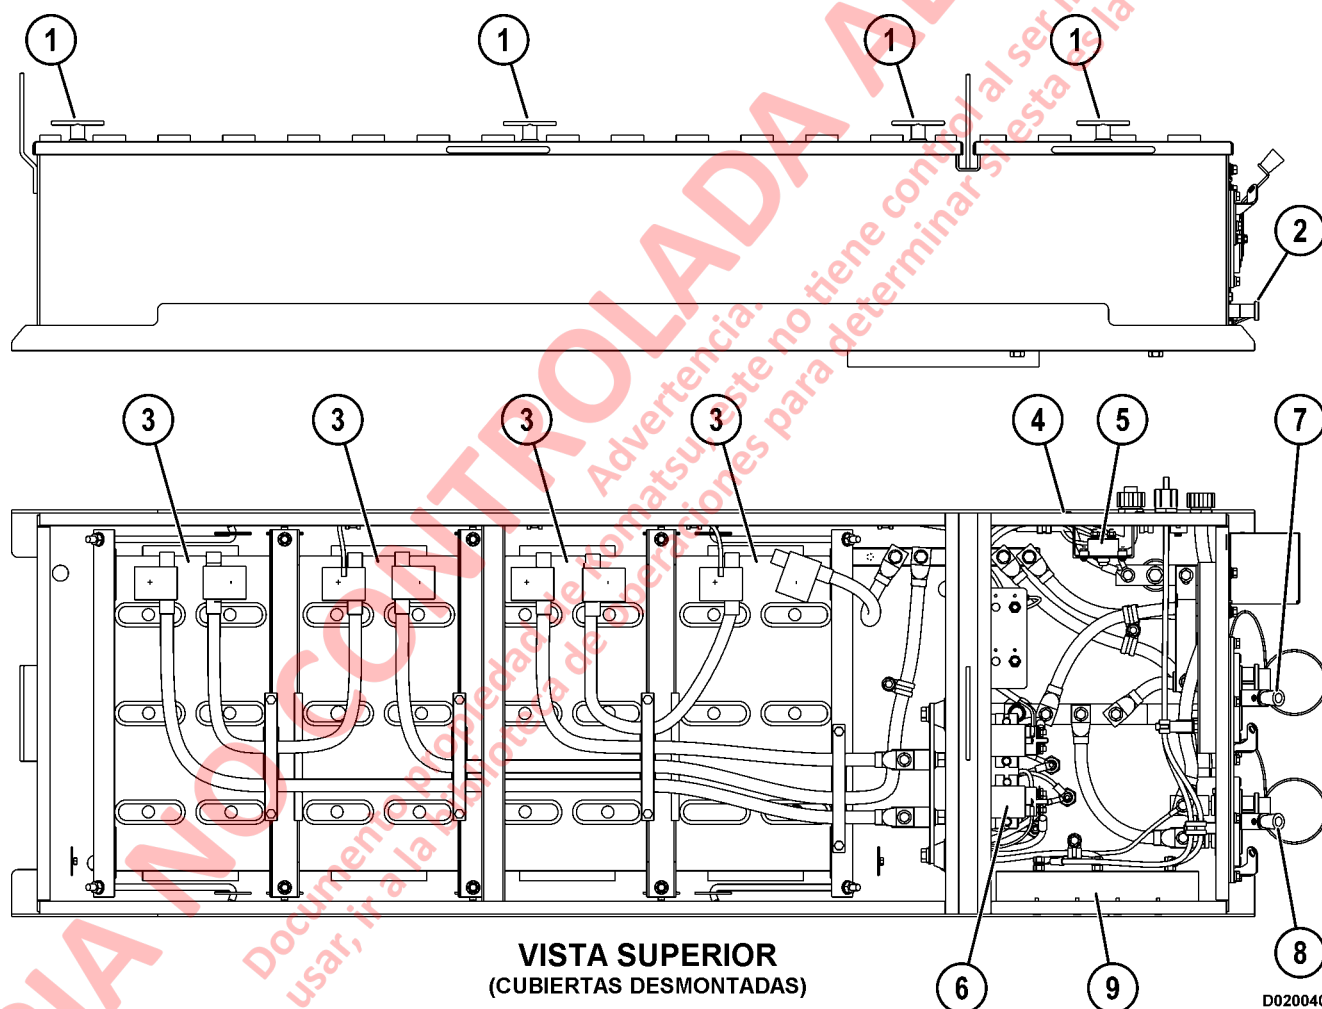

FIGURA 2-1. COMPONENTES DE LA CAJA DE BATERÍAS
Hay cuatro baterías tipo 8D (3, Figura 2-1) para el circuito de arranque de 24 VDC del motor en la caja de baterías, al centro de la plataforma delantera.
Mediante los interruptores de desconexión de la batería se pueden desconectar las baterías del camión de los circuitos eléctricos del camión sin tener que retirar cables. El interruptor de desconexión del motor de arranque (7, Figura 2-1) abre solo el circuito de las baterías del motor de arranque, lo que evita el arranque del motor y al mismo tiempo permite que circule la energía de las baterías de 24 VDC hacia los circuitos del sistema de control. El interruptor maestro de desconexión (8) desconecta las baterías del sistema de 24 VDC.
Las baterías del circuito de arranque alimentan el convertidor. CB101, ubicado dentro de la caja de control de las baterías, es el disyuntor de 50 A (5, Figura 2-1) que protege los circuitos de salida del convertidor.